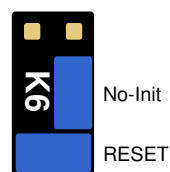

Fig 13: No-Init
2. Setzen Sie 2 Jumper auf den 6-poligen Block (K6), wie in Abbildung 13 gezeigt. Der untere Jumper ist der Reset-Jumper, den Sie aus dem Bootloader-Verfahren kennen. Der Jumper auf der rechten Seite soll den OC32 zur Initialisierung zwingen, zu überspringen. Wenn Sie keine losen Jumper haben, verwenden Sie vorübergehend die aus der RS232-Auswahl und/oder dem RS485-Terminator Jumper.